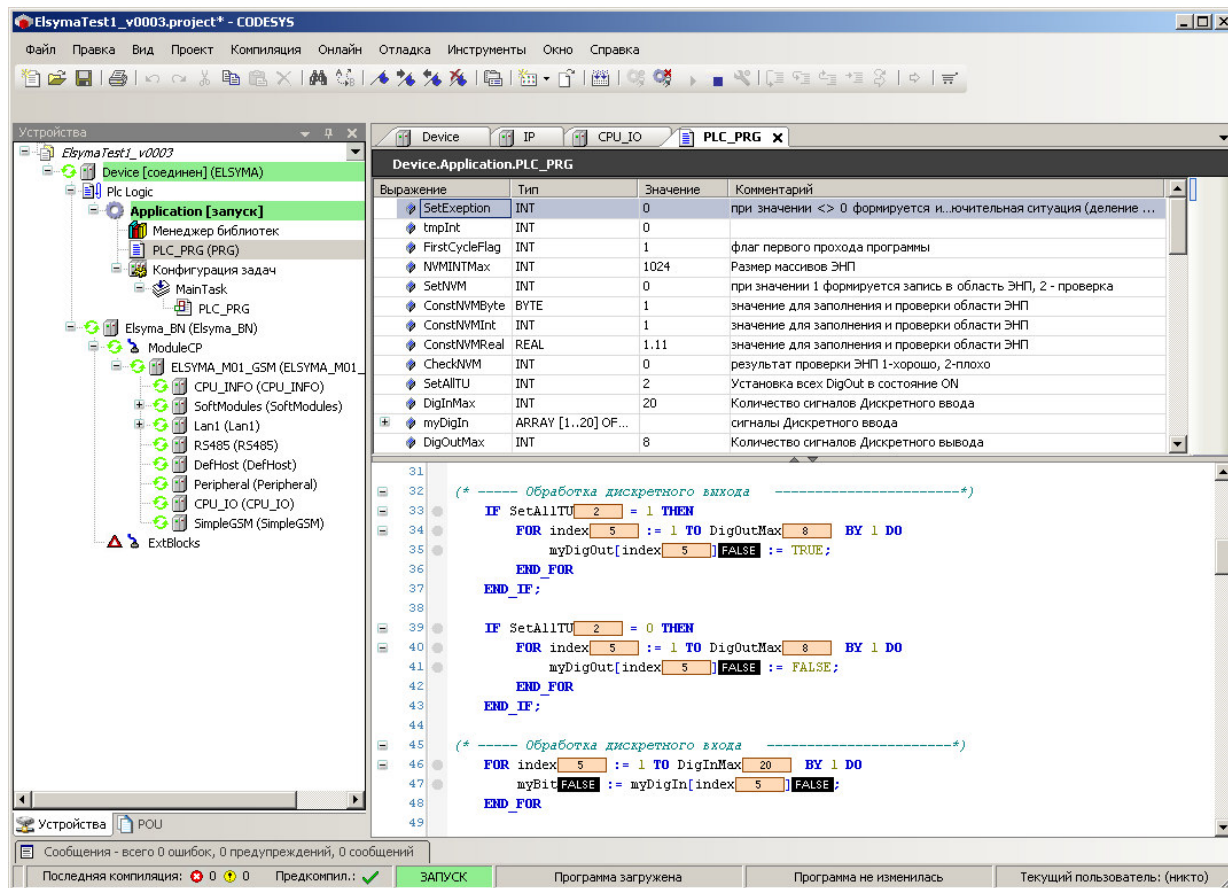

Рисунок 2.33 – Система разработки *CoDeSys*. Работа в *online*-режиме
• в окне редактора *POU* и на закладках *Редактор параметров*, *Соотнесение входов/выходов* отображаются текущие значения переменных – см. рисунок 2.33.